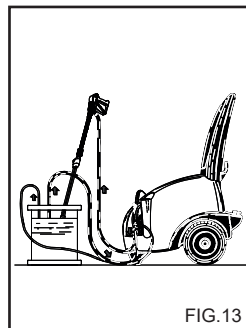

FIG. 13
**BEHANDLING MED FROSTSKYDDSMEDEL.(fig. 13)**